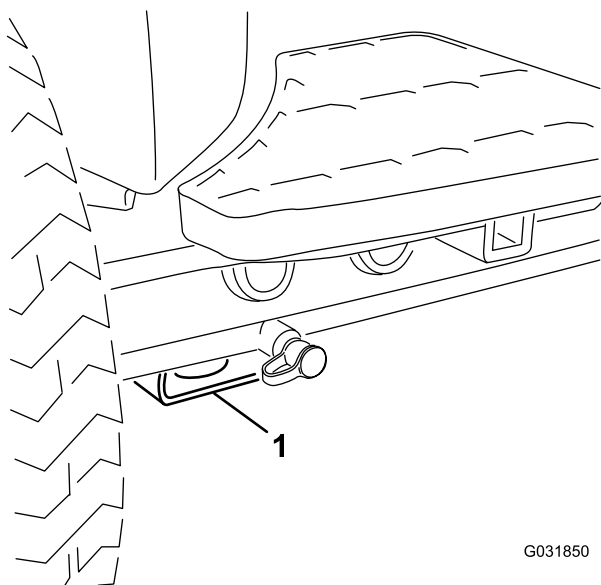

Figura 63
- **Parte anteriore della macchina** – Supporto rettangolare, sotto il tubo dell'assale, all'interno delle ruote anteriori (Figura 63).